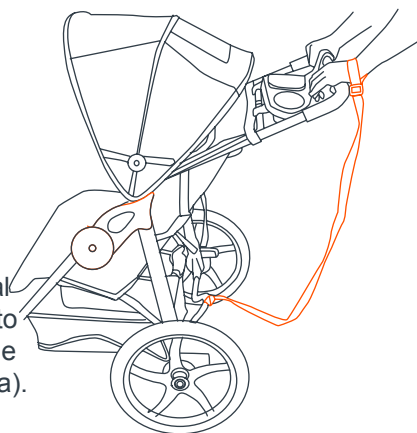

Fig. 16a
16) • CORREA DE SEGURIDAD PARA LA MUÑECA: Siempre conecte la correa de seguridad a cualquiera de las muñecas al trotar. Esta correa evitará que el cochecito ruede fuera de su alcance en caso de que usted se tropiece mientras corre (Fig. 16a).